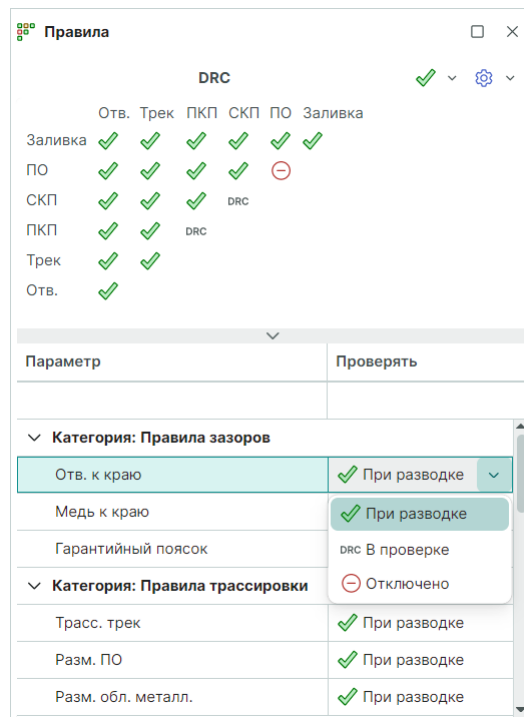

Рис. 506 Изменение типа проверки правила
2. В нижней области из выпадающего меню выберите требуемый режим контроля, см. Рис. 506.